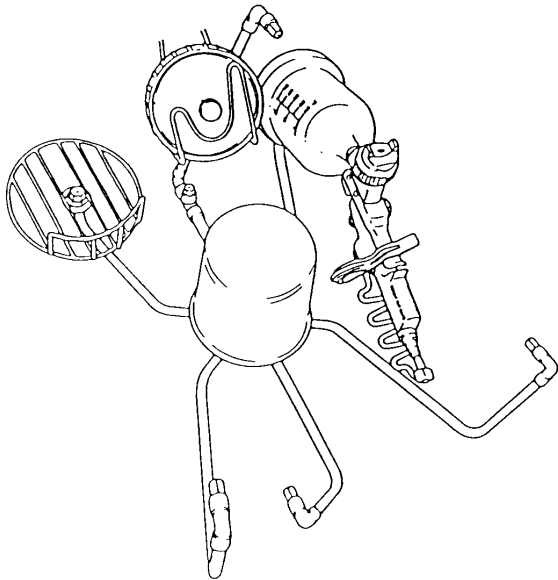

Fig. 3B
## 5.4 LAVAGE DES PISTOLETS PAR GRAVITÉ (GODET MONTÉ SUR LE DESSUS DU PISTOLET) ( Cf. FIG. 3B)
Régler la vis (pos. L1 - fig. 3), engager le pistolet, godet monté, du côté de l'ouverture du godet dans la buse longue (pos. L - fig. 3B). Mettre le couvercle du godet, l'intérieur vers le bas, sur le support (pos. H - fig. 3B). Une fois ces opérations terminées, fermer le volet (pos. 6 - fig. 1) de la machine à laver et actionner la pompe à diaphragme en réglant au maximum la poignée de la Minuterie (pos. 14D - fig. 1). A la fin du temps établi, les deux pompes s'arrêtent automatiquement.